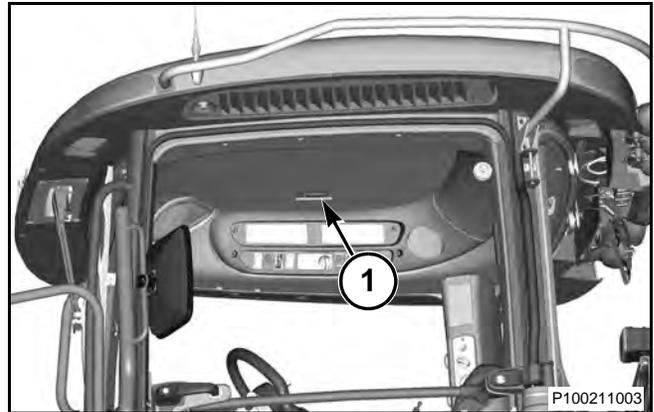

FIG. 8
FIG. 8: La luz de cortesía (1) se usa para iluminar la consola del lado derecho. La luz se activa cuando el interruptor multifunción de luces se gira a cualquier posición excepto desconectada.